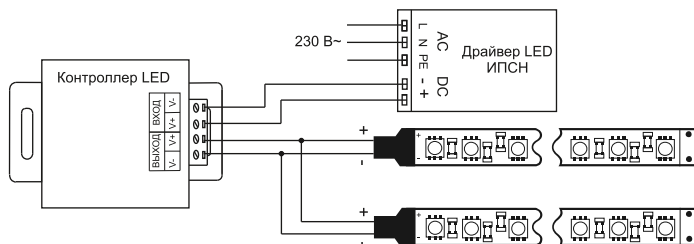

Рисунок 2
5.6.3 Подключение белой или цветной ленты производить согласно маркировке на ленте к разъёмам «Выход» контроллера "V"+; "V"-, согласно полярности (рисунок 2). При необходимости подключить отдельным проводом дополнительную ленту параллельно к контроллеру.